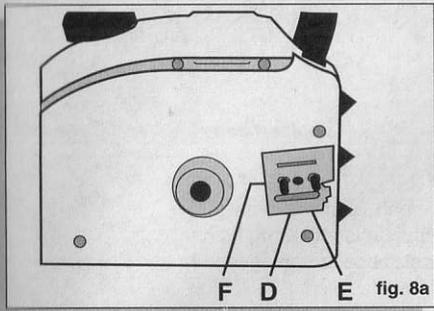

fig. 8a
- (fig. 8a) Si la chaîne n'est pas correctement lubrifiée, s'assurer que le canal de l'huile D n'est pas bouché par des résidus. Enlever le carter de la chaîne et nettoyer le canal de l'huile. Pour un nettoyage plus approfondi, dévisser la vis E d'entraînement de la platine F. Faire attention au joint présent entre la platine F et le corps de la tronçonneuse. Un montage incorrect ou un joint abîmé provoque des fuites d'huile et compromet la lubrification de la chaîne.